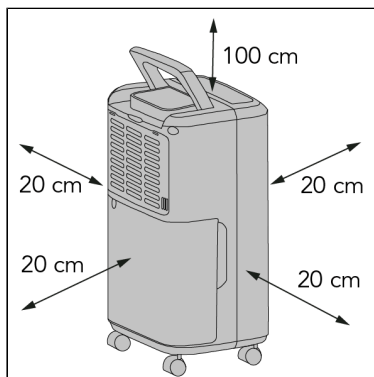

Figura 71.
2. Mantenha as seguintes distâncias mínimas para garantir uma circulação de ar adequada da unidade (Figura 71*):